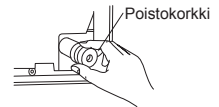

Fig. 1
- 1) Aseta kylmäaineputki ja poistoletku vierekkäin ja kiedo niiden ympäri huopateippiä (4) alkaen loppupäästä. Aseta huopateipin (4) reunat päällekkäin noin 1/3 teipin leveydestä. Kiinnitä huopateipin (4) pää sidetiinnittimellä.
- 2) Poista sisäyksikössä takana oikealla oleva poistokorkki (Fig. 1).